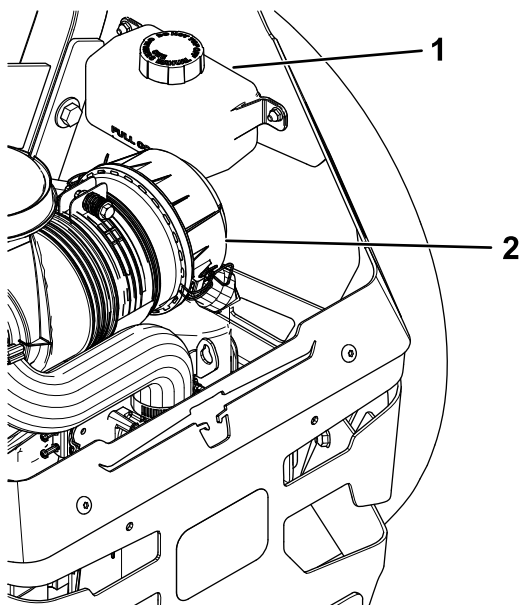

Figure 83
2. Compruebe el depósito de expansión y si es necesario, añada fluido hidráulico Toro® HYPR-OIL™ 500 hasta la línea FULL COLD (Figure 83).